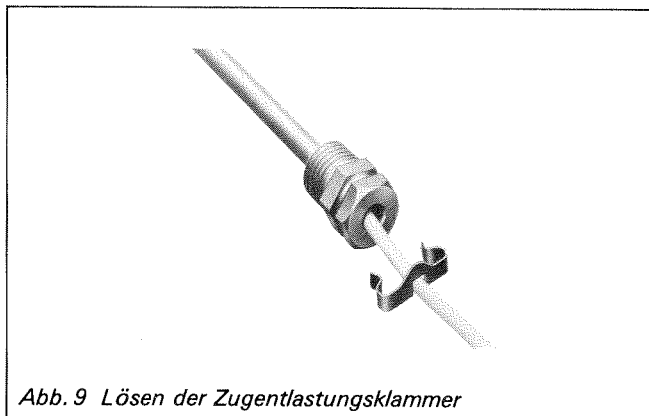

Abb. 9 Lösen der Zugentlastungsklammer
1. Zugentlastungsklammer von der Tauchhülse lösen und Fühler aus der Tauchhülse ziehen (Abb. 9).